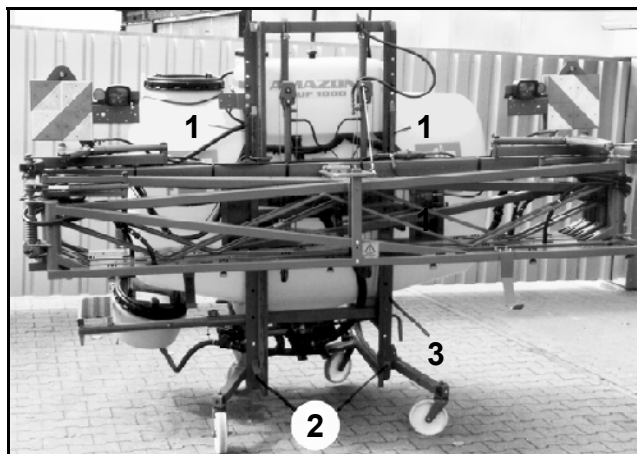

Fig. 8.4
- Repoussez avec les mains, le plus loin possible vers le haut, les deux tubes à profil carré (Fig. 8.4/1) et une fois dans cette position, les bloquer en relevant les butées (Fig. 8.4/2) fixées au bâti de la rampe (Fig. 8.4/3).
- Positionnez les butées plus bas (Fig. 8.4/2) le long du bâti (Fig. 8.4/3) de la rampe.